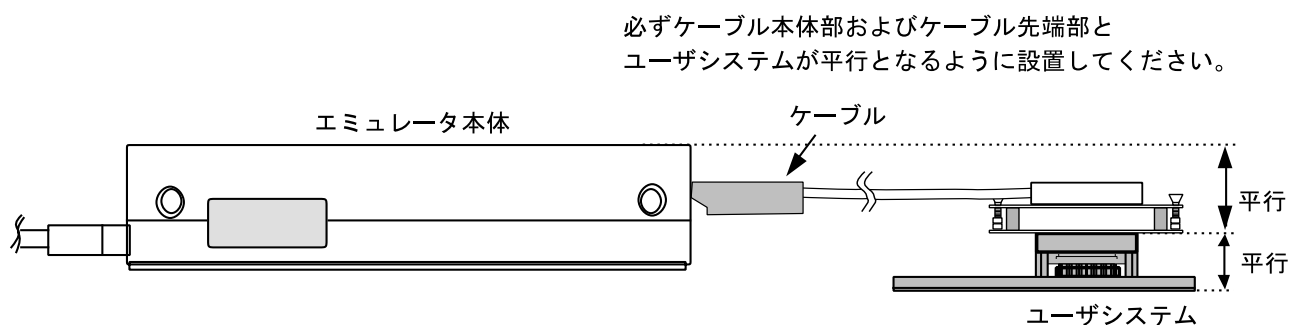

図 10 設置例
- (1) ユーザシステムへの接続時には1ピン位置に十分注意して、誤接続は絶対にしないでください。
- (2) 本ユーザシステムインタフェースケーブルを使用する場合の推奨マウントパッド寸法は、MCU 実装用マウントパッド寸法とは異なりますので注意してください。
- (3) 本ユーザシステムインタフェースケーブルは、HS2678REPI61H エミュレータ専用ですので、他のエミュレータ本体には使用しないでください。
- (4) ケーブル本体部が断線する可能性がありますので、本ユーザシステムインタフェースケーブルの上に重いものや金属等の角の尖ったものを置かないでください。
- (5) ユーザシステムに接続した状態では、ユーザシステムインタフェースケーブル、特にケーブル先端部に無理な力が加わらないように注意する必要があります。図 10 の設置例を参照してご使用ください。